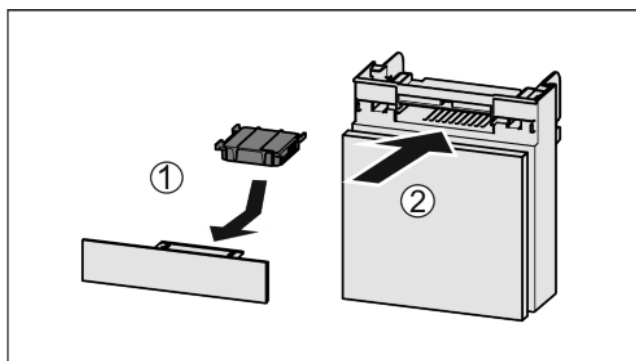

Fig. 54
- ▶ Установите фильтр с активированным углем, как показано на рисунке Fig. 54 (1).
- ▶ Вставьте отделение Fig. 54 (2).